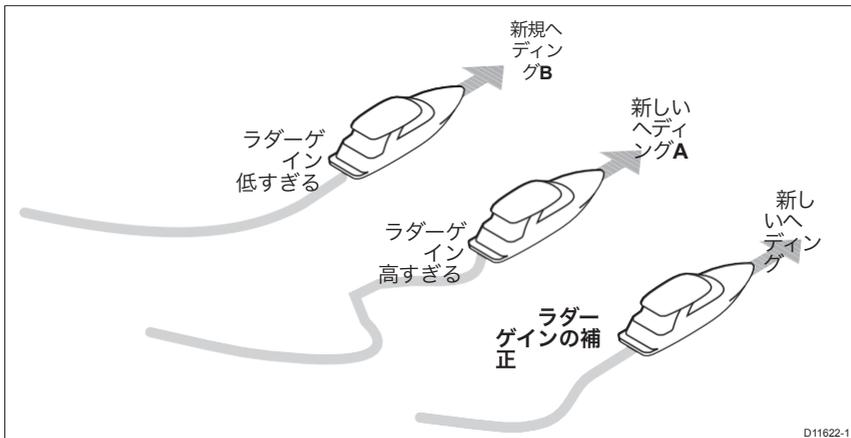

図3-3: ラダーゲイン値の違いによる影響
- コース変更で明らかなオーバーシュート（5°以上）が発生したり、コースに明確な「S」がある場合（図3-3のAのように）、ラダーゲインが高すぎます。
- 艇の性能が低迷していて、オーバーシュートがなく40度の旋回に時間がかかる場合（図3-3のBのように）は、ラダーゲインが低すぎます。